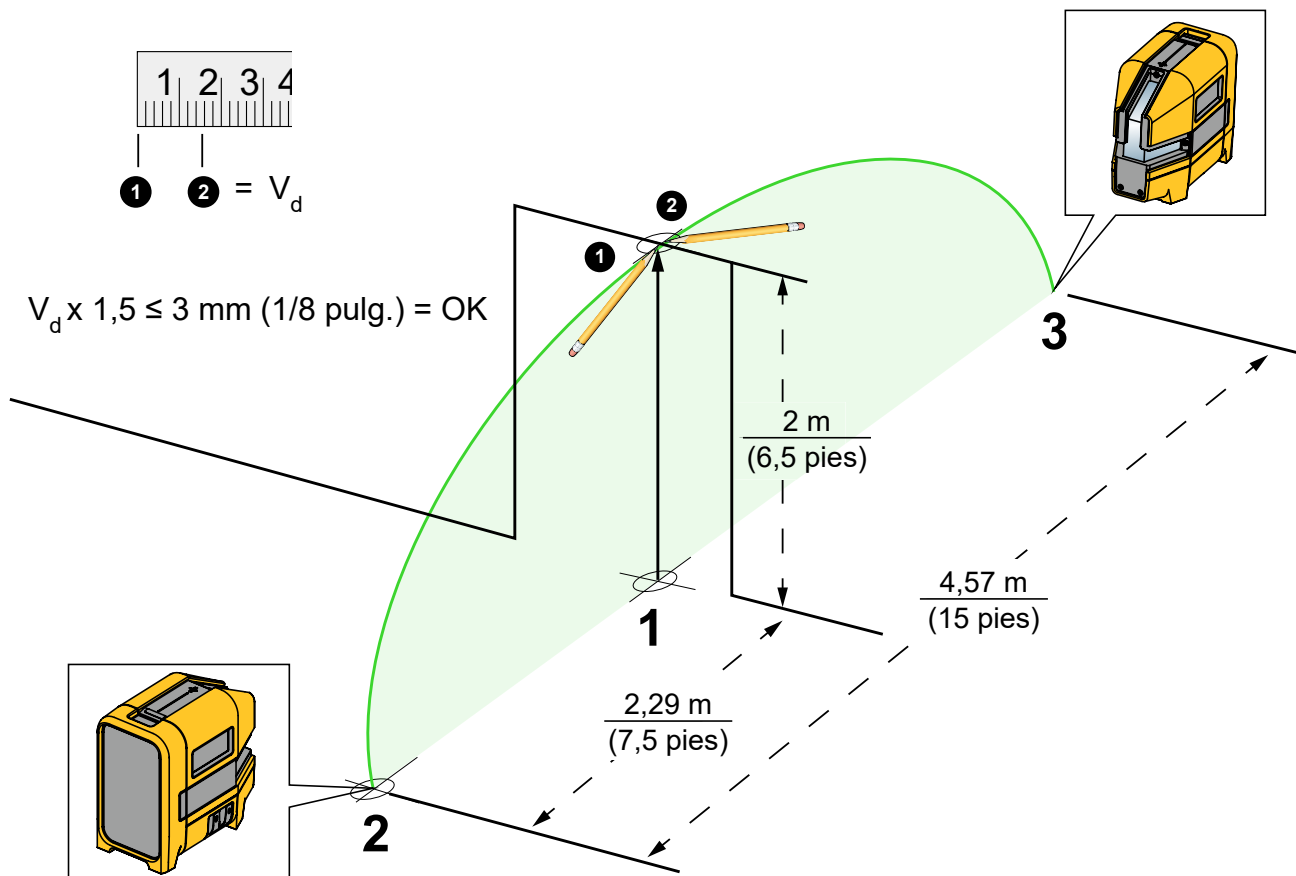

Figura 8. Precisión de láser vertical
3. Marque una cruz (marca 1) en el suelo, centrada en la marca del dintel. Consulte la Figura 8.